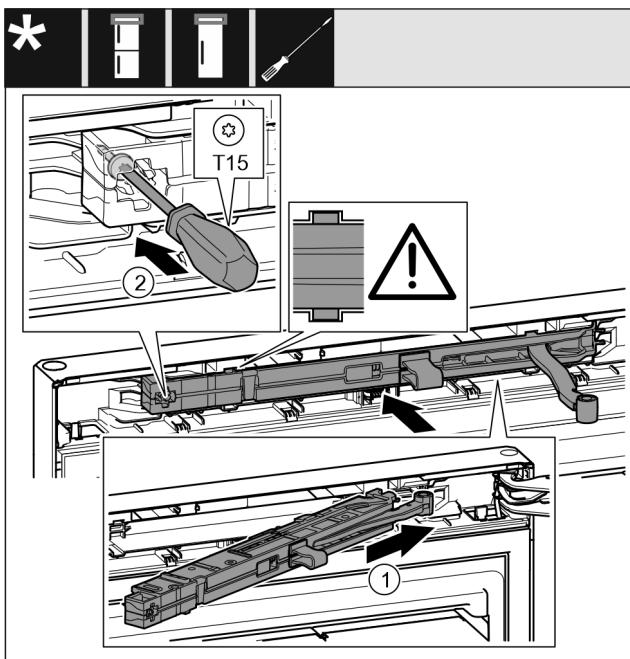

Fig. 47
- Fig. 47 (1)
- Schraube mit einem Schraubendreher T15 fest-schrauben. Fig. 47 (2)